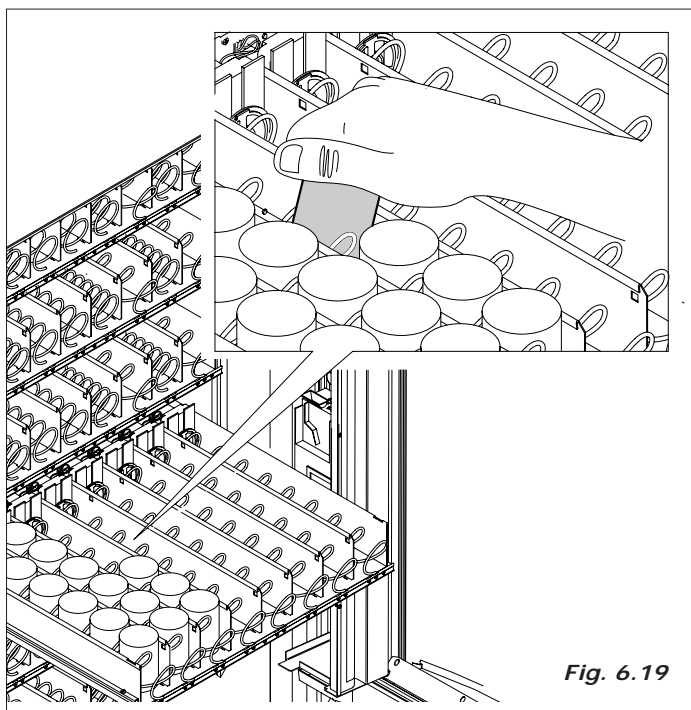

Fig. 6.19
- introduzir os produtos começando pela parte anterior da gaveta até a parte mais interna. Não deixar espaços vazios (Fig. 6.19)